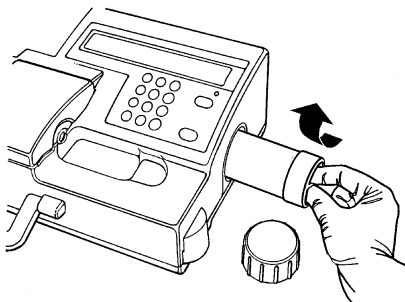

Fig. 2-4 Botella de Gas
- Inserte la botella en su receptáculo, gire y apriete a mano en el sentido horario hasta que asiente (Fig. 2-4).